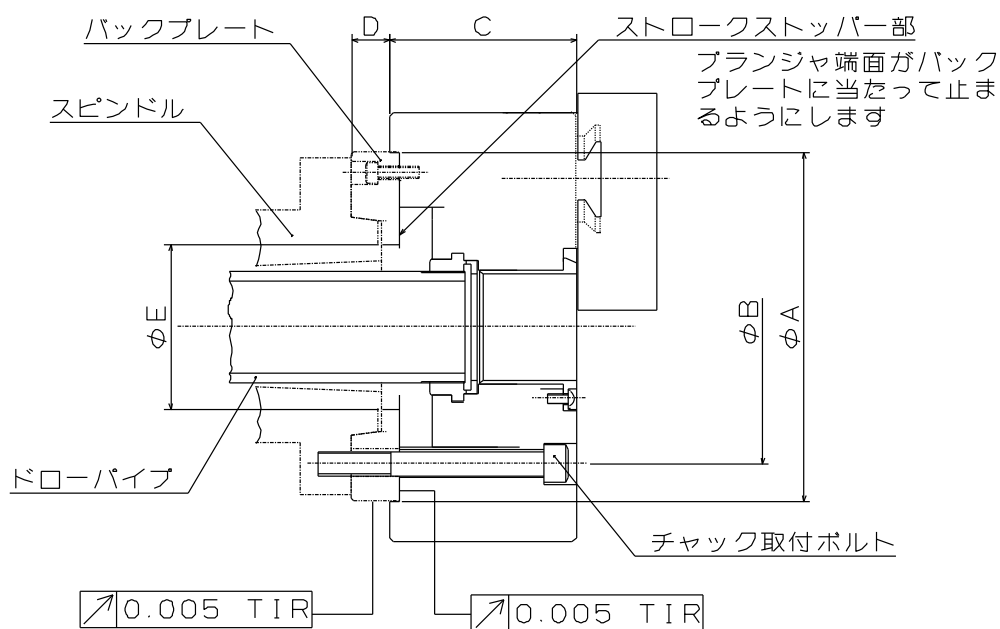

図 19
- 図 19 は JIS ショートテーパ規格の場合である。
- バックプレートはプランジャナットを引いた際に、プランジャナット端面がバックプレートに当たって止まるような寸法(図 19 の寸法φE)とすること。ストロークが規定よりも大きくなると、チャックの破損や把握不良の原因となる。